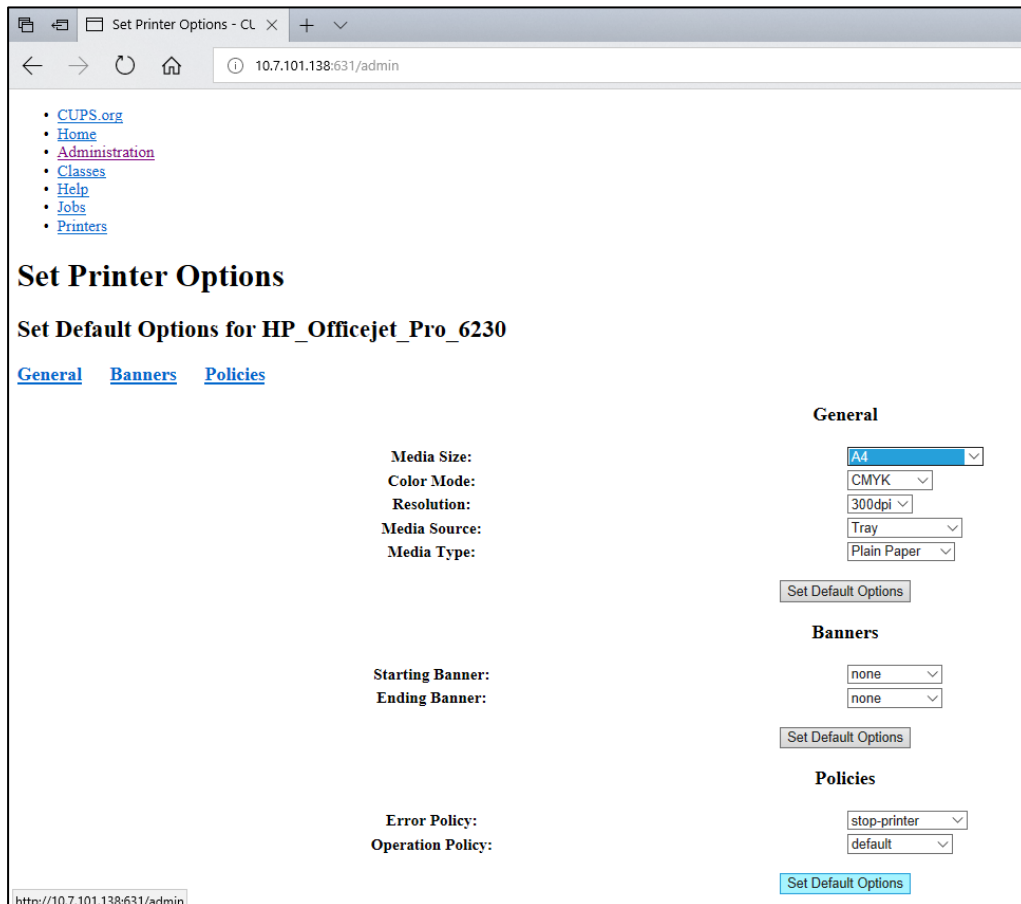

Figura 84. Selectarea Media Size (Dimensiune suport) corectă.
7. Selectați **Media Size** (Dimensiune suport) corectă (cum ar fi „A4”), deoarece unele imprimante nu funcționează dacă formatul hârtiei este greșit. După aceea, salvați selecția prin apăsare pe **Set Default Options** (Setare opțiuni implicite) (Figura 84).